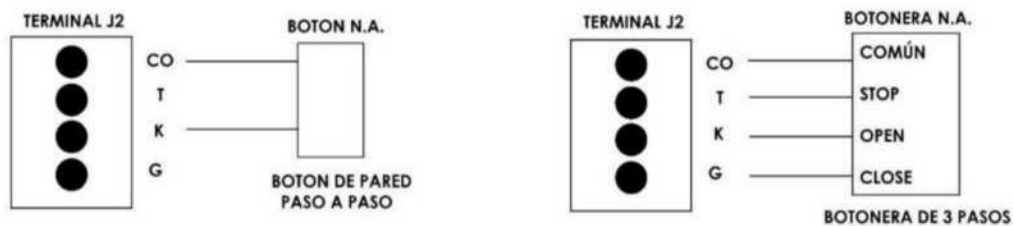

Fig.13
- D. La Botonera Paso o Paso o 3 Pasos:** La Tableta Electrónica está Equipada con Conexión para una Botonera de Paso a Paso o 3 Pasos. Para la Instalación de un Botón Paso a Paso Conectar un Cable de 2 Hilos en "K" (Open) y "CO" (Com) en la Terminal "J2". Para la Instalación de la Botonera de 3 Pasos, Conecte un Cable de 4 Hilos. Para Abrir conecte en "K" (Open), Para Cerrar conecte en "G" (Close), Para Detener conecte en "T" (Stop), Para Cerrar el Circuito Conecte "CO" (Com), en la terminal "J2". Ver (Fig.13).